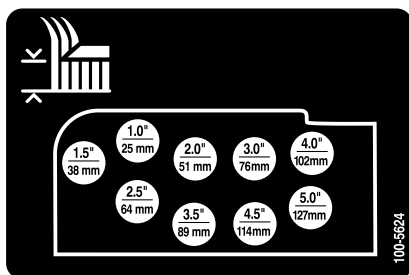

Figura 20
6. Monte as correntes da altura de corte no orifício da altura de corte desejada (Figura 20) com o contrapino e pino de segurança.